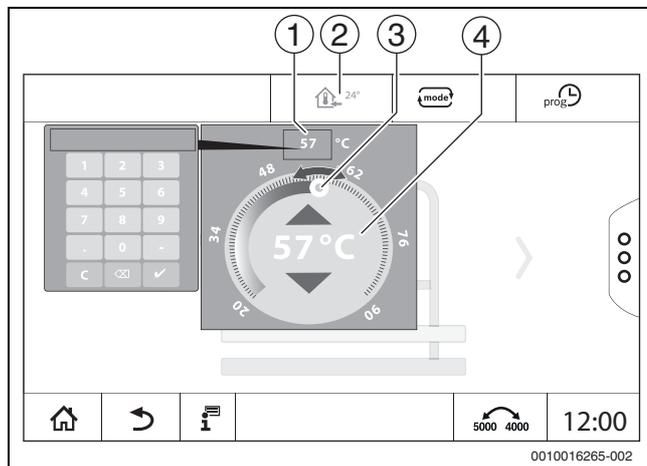

Bild 19 Temperatur einstellen (Beispiel)
- ▶ Temperatursymbol (→ Bild 19, [2]) antippen.
- ▶ Kreisförmigen Schieber (→ Bild 19, [3]) antippen, halten und auf die gewünschte Temperatur ziehen.
- ▶ Temperaturanzeige (→ Bild 19, [1]) antippen und über das sich öffnende Zahlenfeld die Temperatur eingeben.